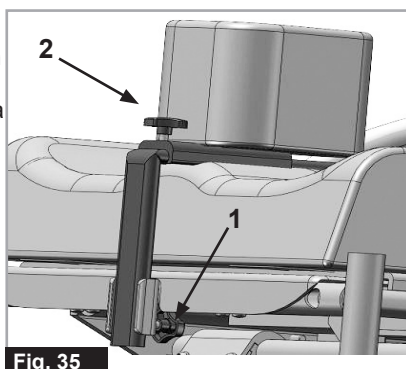

Fig. 35
Genom att lossa skruven (1) kan abduktionsklossen justeras höjdvist och genom att lossa skruvarna (2) kan den justeras på djupet eller avlägsnas, (Fig. 35).